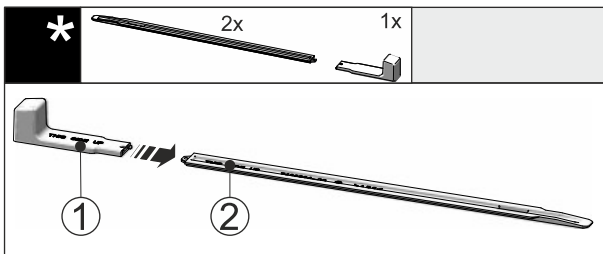

Fig. 52
▶ Вставте монтажну ручку Fig. 52 (1) на вирівнювальну рейку Fig. 52 (2).